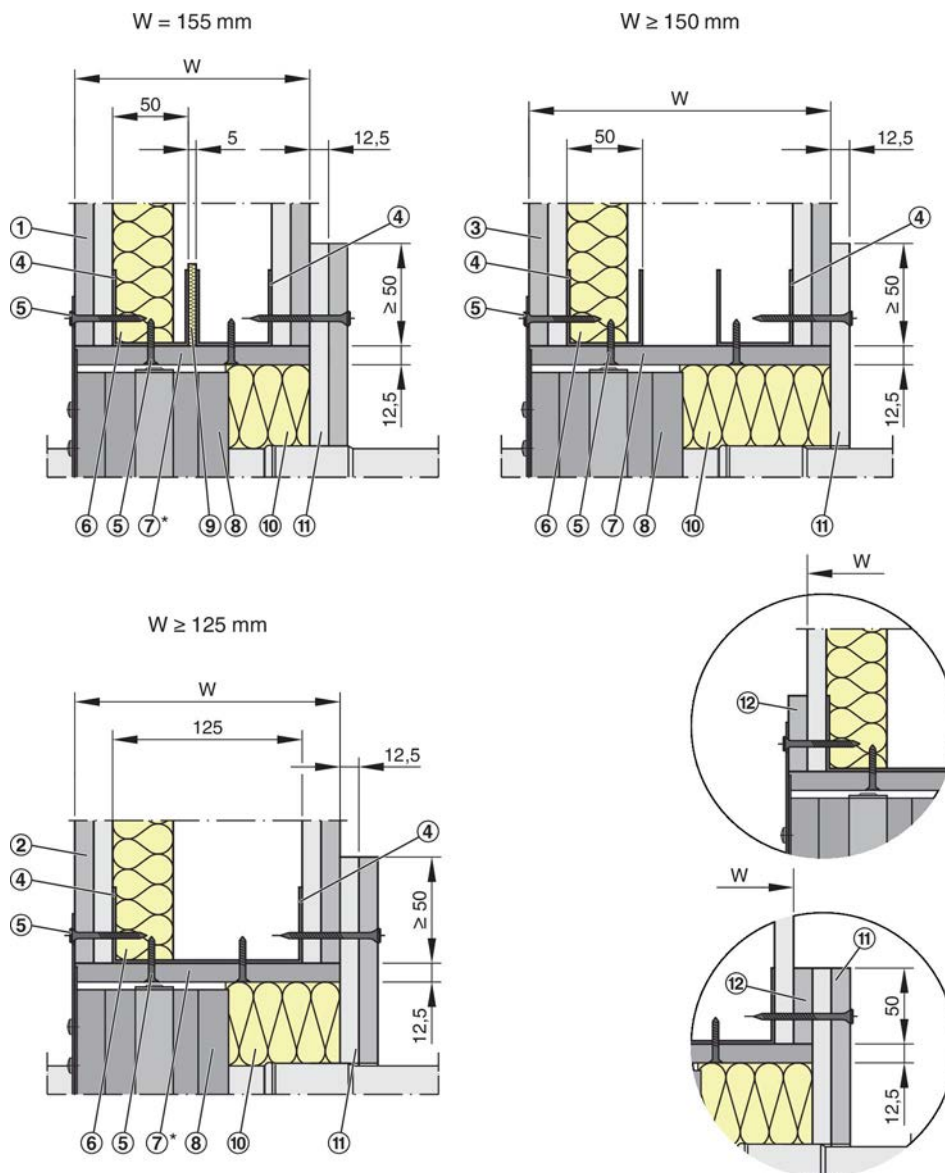

Fig. 31: Instalación sin mortero en paredes ligeras de sectorización, $W \geq 125$ mm
Detalles de instalación en pared de distinto espesor, consultar Fig. 31
- ▶ Si el espesor de pared es ≥ 125 mm, rellenar la holgura perimetral con lana mineral o mortero de yeso y sellar con tiras de refuerzo del mismo material que la pared Fig. 31.